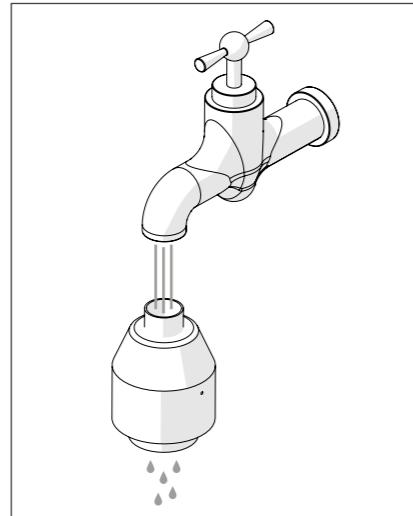

Ilustración 13
7. Enjuagar el catalizador con agua tibia (ilustración 13).